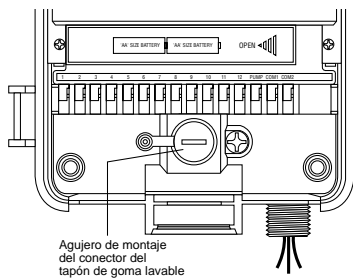

FIGURA 20: Compartimento para cableado de la caja del programador
- Retire el tapón de goma de protección contra la intemperie que se encuentra en el orificio del tornillo e inserte un tornillo del nº 8 a través de la ranura de la caja del programador [Vea la Figura 20].
- Apriete el tornillo hasta que la caja del programador quede firmemente sujeta contra la pared y, a continuación, vuelva a colocar el tapón de goma en el agujero correspondiente [Vea la Figura 20].